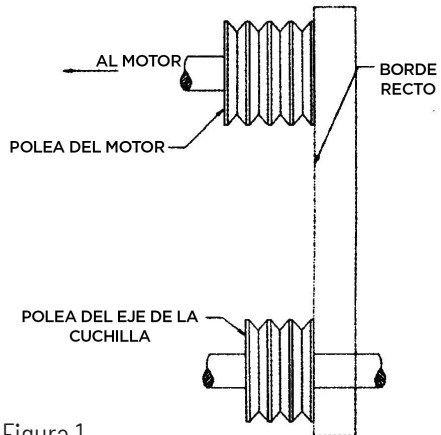

Figura 1
2. Ajuste la tensión hasta que las correas queden ajustadas en las ranuras. Haga funcionar la transmisión durante unos cinco (5) minutos para quemar las correas. Luego, aplique la carga máxima. Si las correas patinan, ajústelas hasta que ya no patinen bajo carga máxima. La mayoría de las correas nuevas necesitarán un tensado adicional después de asentarlas.
6. Para verificar la alineación, utilice una regla de acero. Véase la Figura 1.